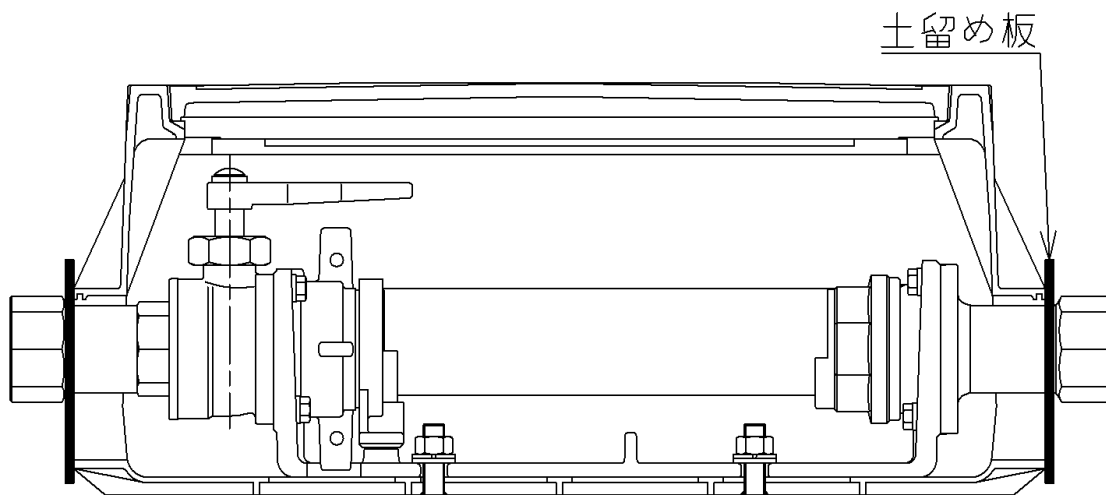

図2
- ・ 内部への土砂の浸入を防ぐため、土留め板を取り付けて下さい(図2)。